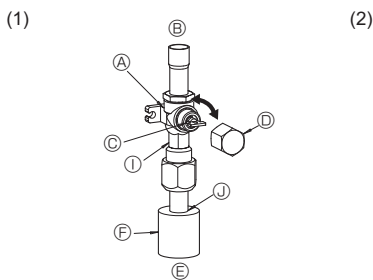
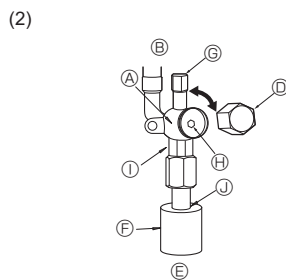

Fig. 4-6
Fig. 4-7
- (1) Для газа (Fig. 4-6)
- ① Снимите колпачок, потяните ручку на себя и поверните на 1/4 оборота против часовой стрелки для открытия.
- ② Убедитесь в том, что запорный кран полностью открыт, надавите на ручку и поверните колпачок в первоначальное положение.
- (2) Для жидкости (Fig. 4-7)
- ① Снимите колпачок и поверните шток золотника против часовой стрелки до упора, используя для этой цели 4 мм шестигранный гаечный ключ. Прекратите поворачивать шток в момент, когда тот достигнет стопора. (Ø9,52: Приблизительно 10 оборотов)